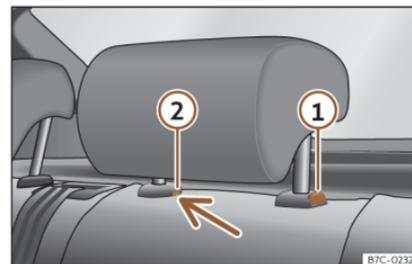

Fig. 109 Apoyacabezas trasero: desmontaje.
- Pulse la tecla»» fig. 109 ①, apretando a la vez por el orificio del seguro ② con un destornillador plano de máximo 5 mm de anchura y retire el apoyacabezas.